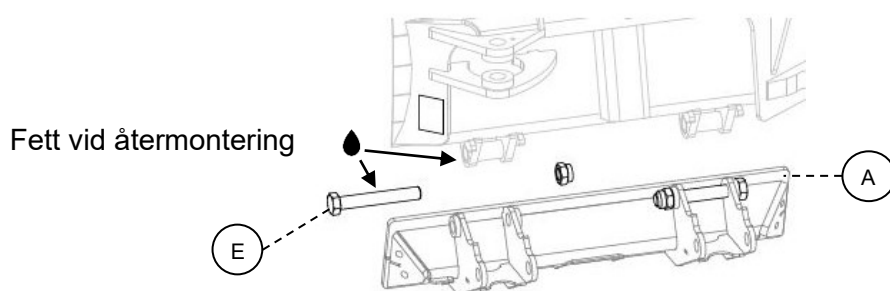

Bild.29
Det är viktigt att kontrollera stålhållare (A) samt dess skruvar (E). Om dessa är skadade skall de bytas ut, när detta sker skall de fettas in (se Bild.29)